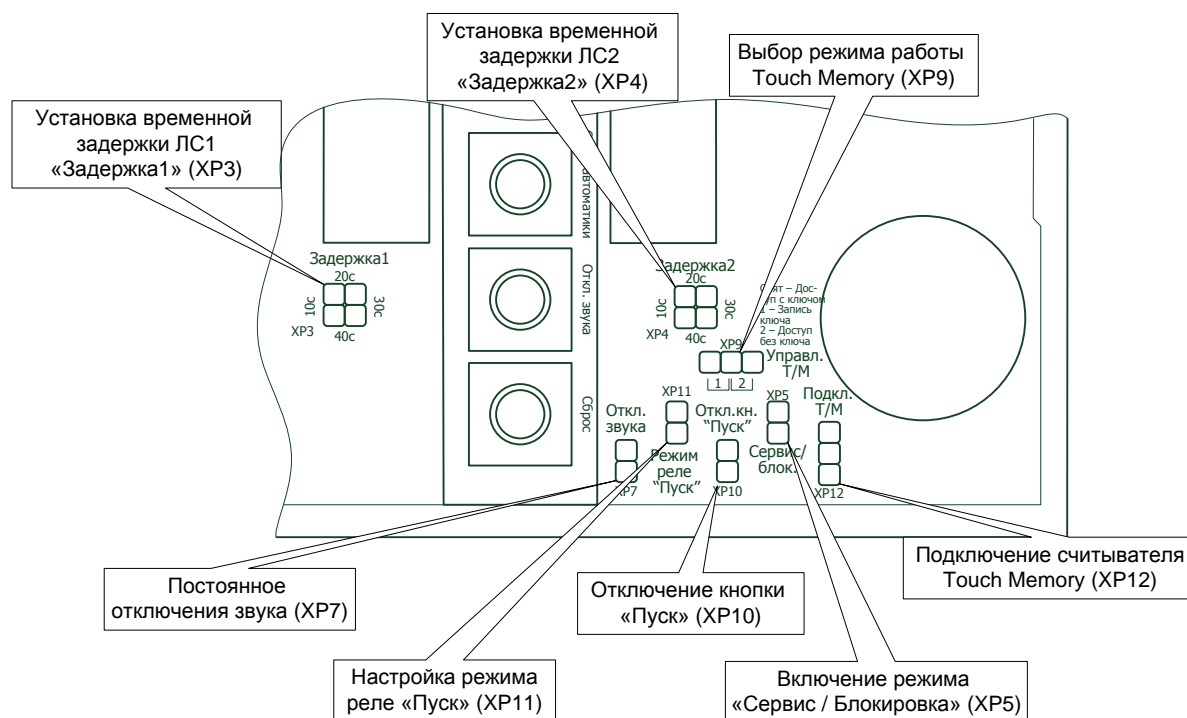

Рисунок 7. Расположение перемычек настройки ЦБ.
7.1.3 Постоянное отключение звукового сигнала может использоваться при установке ЦБ вне помещений с круглосуточным пребыванием дежурного персонала. Для постоянного отключения звукового сигнала необходимо установить перемычку на контакты XP7 «Откл. звука», расположенные в правой части печатной платы (см. рисунок 7).
7.2.1 Режим работы оптореле выхода «Пуск» ХТ5 задается установкой переключки на контакты «Режим реле “Пуск”» ХР11 (см. рисунок 7).
7.3.1 Отключение кнопки «Пуск» применяется при установке ЦБ вне помещений с круглосуточным пребыванием дежурного персонала. Для отключения кнопки «Пуск» необходимо установить переключку на контакты «Откл.кн. “Пуск”» ХР10 (см. рисунок 7).
7.5.3 В процессе штатной эксплуатации ЦБ не должно быть установленных перемычек на контактах ХР9 (см. рисунок 7).
Для удобства проведения пусконаладочных работ есть возможность установить перемычку в положение «2» (справа) на контакты ХР9 (см. рисунок 7). При этом:
Установка перемычки в положение «1» (слева) на контакты ХР9 (см. рисунок 7) применяется для записи ключей Touch Memory в память ЦБ (см. п. 7.6).
7.6.1 Для записи ключей Touch Memory в ЦБ необходимо установить перемычку в положение «1» (слева) на контакты ХР9 (см. рисунок 7).
7.7.2 Величина задержки задается установкой переключателей для ЛС1 на контакты «Задержка1» ХР3, для ЛС2 – «Задержка2» ХР4 (см. рисунок 7). Необходимая величина задержки устанавливается в соответствии с таблицей 3.